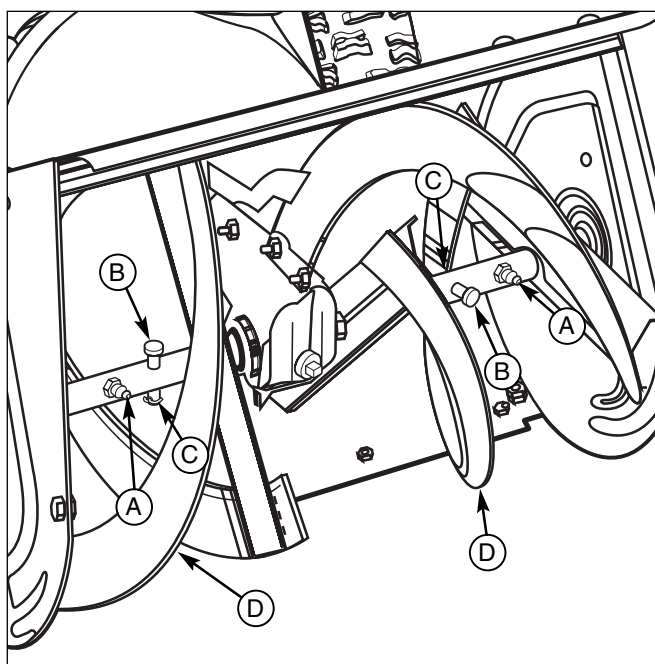

Figure 14. Lubrification de l'arbre de la vis transporteuse
1. Enlevez la clavette (C, figure 14) et la goupille de cisaillement (B).
2. Utilisez la pompe à graisse pour alimenter les raccords de graissage (A).
3. Faites pivoter la vis transporteuse (D) plusieurs fois pour faire circuler la graisse partout. Répétez l'étape 2.
4. Réinstallez la goupille de cisaillement (B) et la clavette (C).